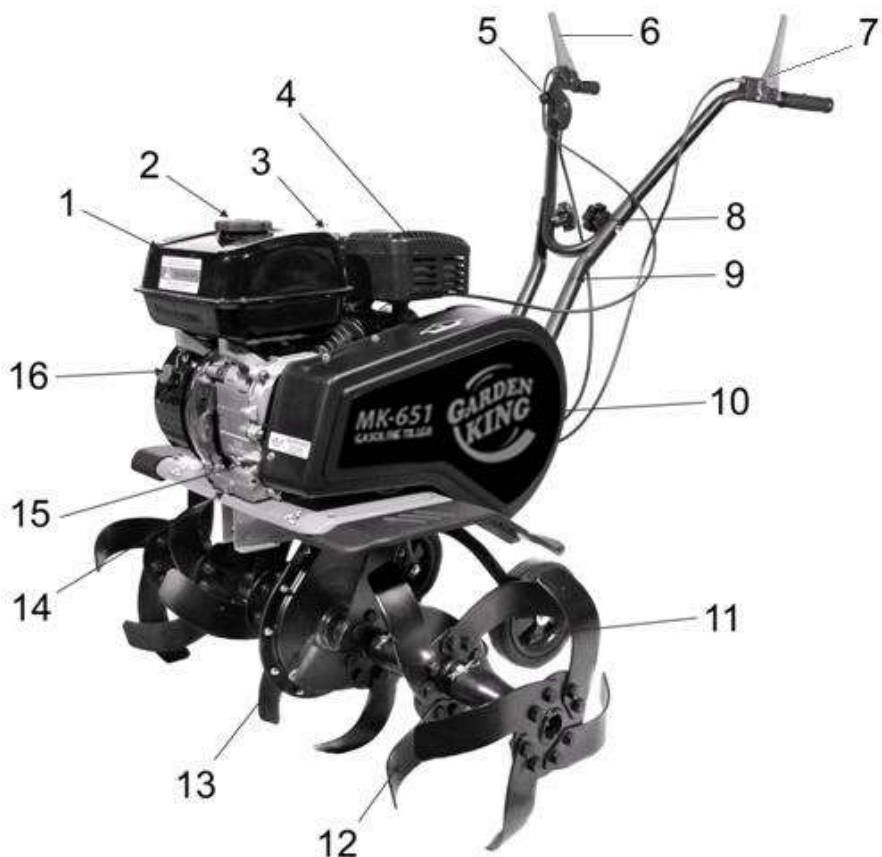
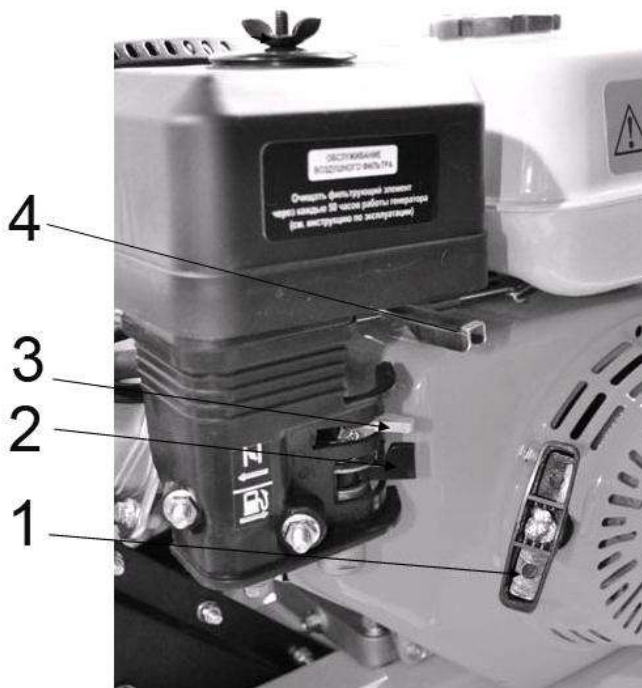

рис.1
рис.9
- Установите рычаг привода дросселя (4) в положение «Заяц» (рис.9)
- Откройте топливный кран (2), переведите рычаг в положение «Открыто» (OPEN).
- Установите рычаг привода воздушной заслонки (3), в положение «ЗАКРЫТО» (CLOSE).
- Переведите рукоятку выключателя зажигания (16) (рис.1) в положение «ВКЛ» (ON).
- Установите рычаг управления дросселем (4) (рис.9) в положение «Черепашка».
- Сдвиньте топливный кран (2), переведите рычаг в положение «Закртыо».